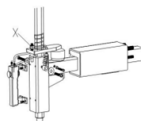

Abb. 22
Hinweis: Wenn der vertikale Arm nicht einrastet oder den geforderten Abstand von 2-3 mm von der Unterseite des Montage-/Demontagekopfes zur Felge nicht einhält, justieren Sie bitte die sechseckige Verriegelungsplatte, siehe Abb. 22 und stellen Sie (X) ein.